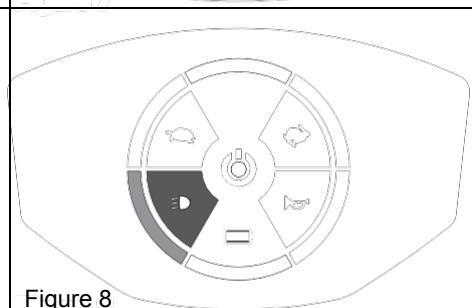

Figure 8
- Appuyez une fois sur la touche [ ⚡ ] pour allumer le feu avant et le feu arrière. Le voyant [ ⚡ ] s'allume sur le panneau. Le feu est allumé sur le panneau (figure 8).
- Appuyez à nouveau sur la touche pour éteindre les feux. Le voyant [ ⚡ ] est éteint sur le panneau (figure 8).